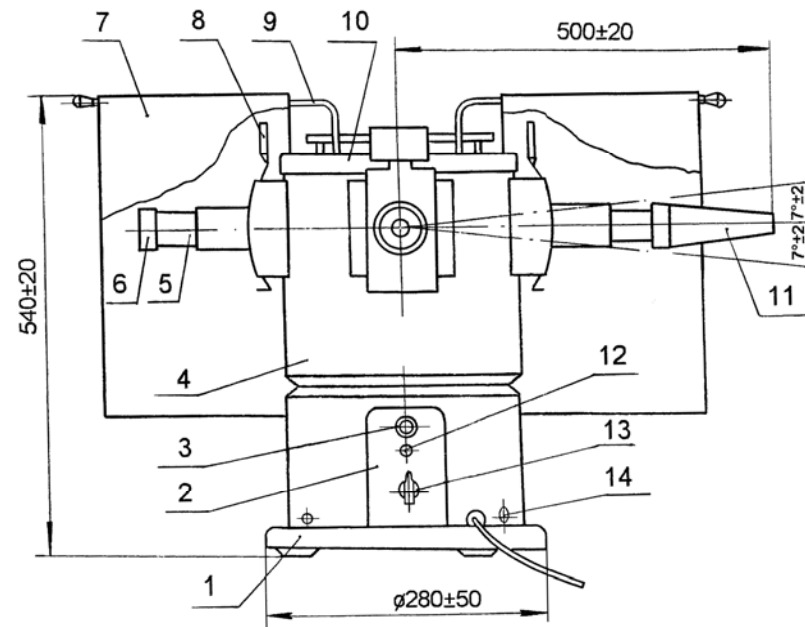

Рисунок 1 - Общий вид облучателя ОУФну-«ЭМА-Е»
- 1) снять крышку 10 (Рисунок 1);
- снять крышку 10 (Рисунок 1);
- вывинтить винты 14 в нижней части кожуха 4 (Рисунок 1) и снять его, приподнимая, вверх.